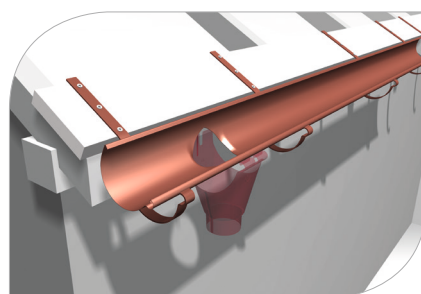

рис. 18
- 3.8 Смонтируйте желоба, вкладывая их сначала в задний, а затем в передний борт желоба, если используете короткие кронштейны, или сначала в передний, а затем в задний борт желоба, если используете длинные кронштейны (**рис. 18, 19**)